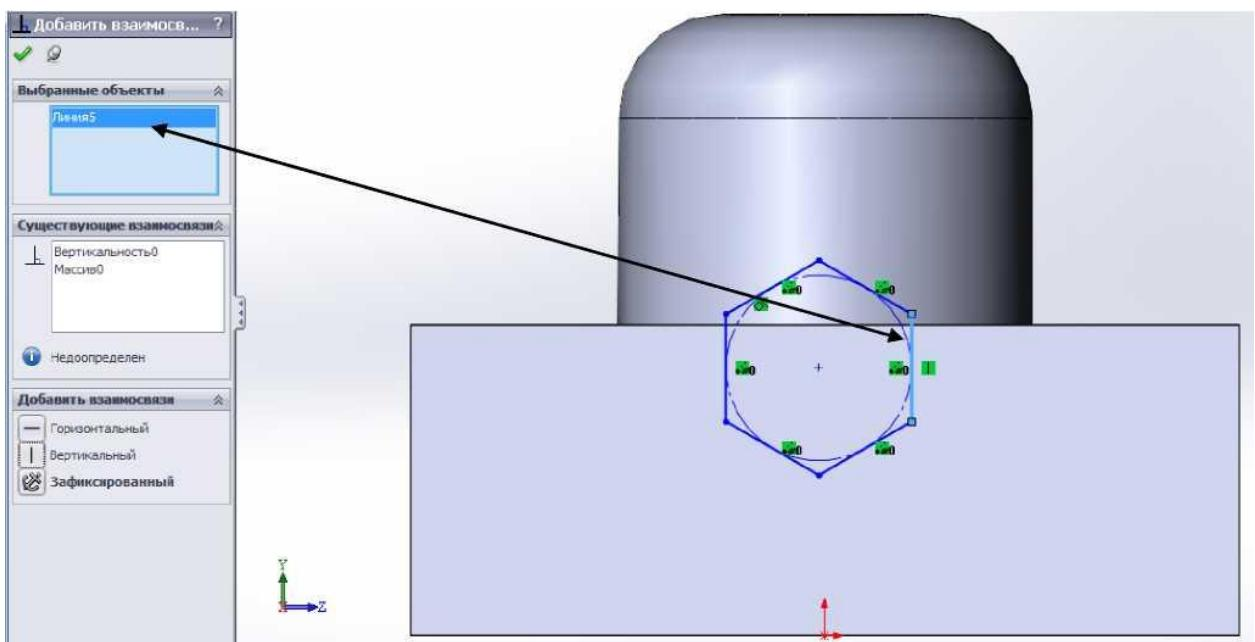

*Рис. 29. Вибір площини проектування*
8.1 Вибрати плоску грань основи (для зручності деталь рекомендується обертати), перпендикулярну напрямку вирізу (рис. 29). Натисканням лівої кнопки миші активізувати її, викликати функцію “Создать эскиз”.